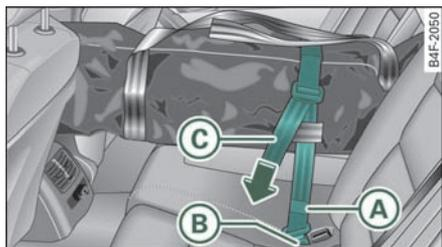

图 89 座椅靠背：固定袋子
- 将运输袋的固定带  插入中间的安全带锁扣  中 => 图 89。